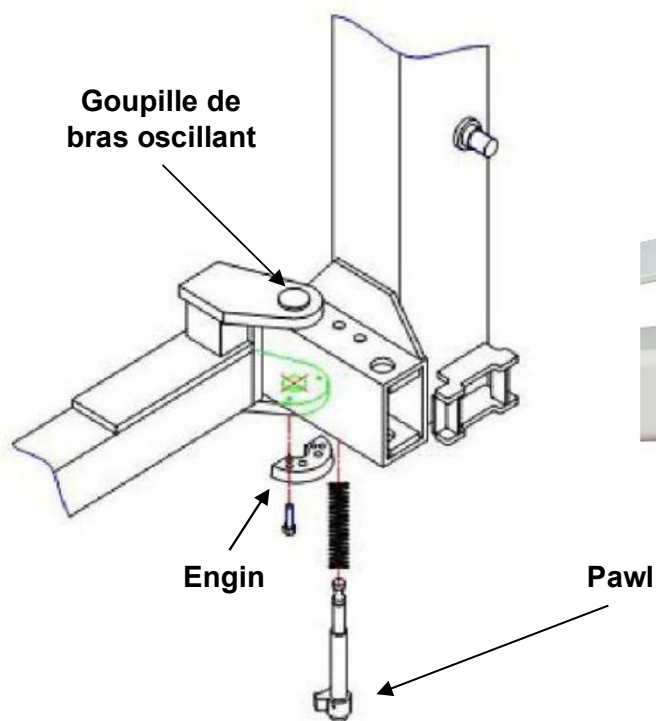

Fig. 13a
- A. Placer les dispositifs de retenue du bras avec une goupille contre le bas des bras dans l'orientation indiquée à la Fig.13a. Fixez les engrenages aux bras avec des boulons. Ne resserrez pas pour le moment.
- C. Installez les bras oscillants sur les chariots à l'aide des broches, comme le montre la Fig. 13a & b. Épinglez la broche au chariot avec un clip au bas de la broche.